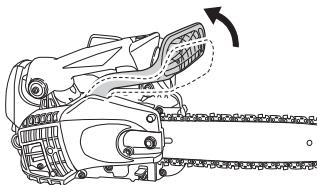

Fig. 15
- Tirez le frein de chaîne (18) vers la manette avant pour vérifier qu'il est désengagé. (**Fig. 15**)
9. Assurez-vous de désengager le frein de chaîne. (**Fig. 15**)